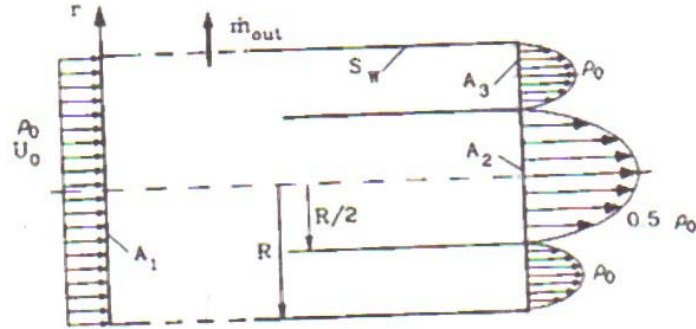

Figura 5
**P6.** Un flujo incompresible y estacionario fluye, como se muestra en la figura 5, a través de un ducto de sección circular, cuyo radio a la entrada es  $R$ . En la sección de entrada ( $A_1$ ) la velocidad es constante  $u = U_0$ . En la sección de salida existe un tubo hueco y concéntrico al tubo original, el cual origina dos perfiles de velocidad distintos en las secciones  $A_2$  y  $A_3$ . Además, el tubo tiene perforaciones por las cuales puede salir o entrar fluido ( $\dot{m}_{out/in}$ ). Los perfiles de velocidades en las secciones  $A_2$  y  $A_3$  están dados respectivamente por: